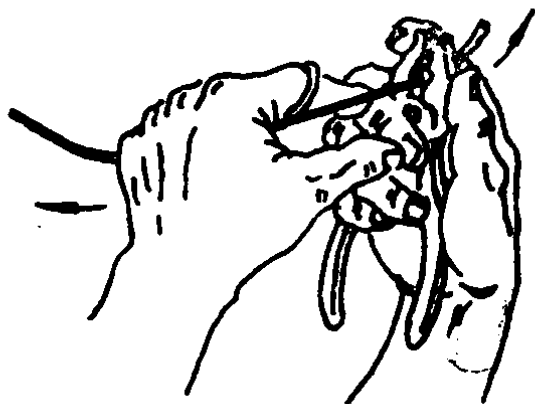

图1—10 用钢丝钳剥离导线塑料层的方法
②纱包线线头绝缘层的去除：将纱层松散到所需长度，然后打结扎住，防止纱层继续散开，再用细砂布擦去芯线表面的氧化层。
(3) 绝缘导线线头绝缘层的剥削：
①塑料线绝缘层的剥削：剥削塑料线绝缘层可用电工刀、钢丝钳或剥削钳进行。用剥线钳剥削塑料层，只限于线芯在3 mm以下的导线，因此多在电盘集中配线时用。维修经常用的剥削工具为电工刀和钢丝钳。用钢丝钳剥削，适用于线芯截面为 4 mm^2 以下的塑料线。剥削时，根据线头所需长度，用钳头刀口轻切塑料层，不可切伤线芯。然后，用手握住钳子头部，用力向外勒去绝缘层。与此同时，左手握紧导线反向用力，如图1—10所示。若所需线头较长，可分成